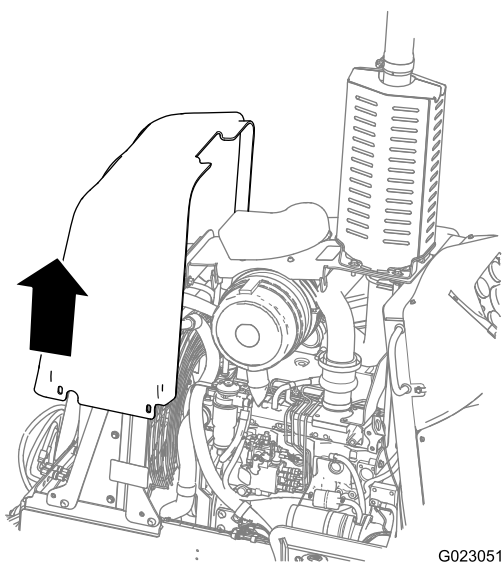

Figure 39
4. Soulevez le panneau avant et déposez-le de la machine (Figure 39).
2. Abaissez le panneau avant sur la machine (Figure 39).